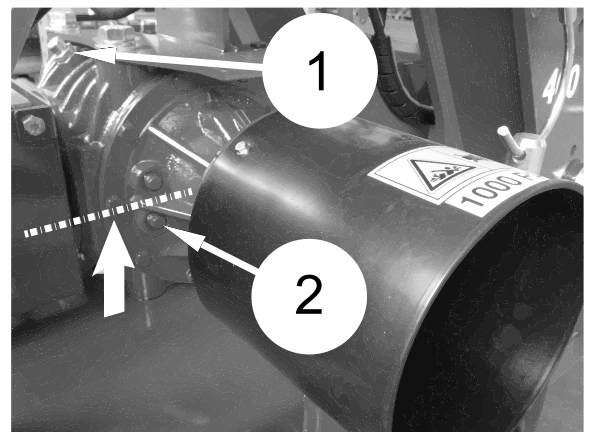

FIG. 50
- Öleinfülldeckel abschrauben (1, Fig. 50)
- Vorderer Pegeldeckel abschrauben, seitlich der Zapfenwelle, gerade unter der längststehenden Mitte derselben Gruppe (2)
VOM ÖL-EINFÜHRLOCH (1, FIG. 50).